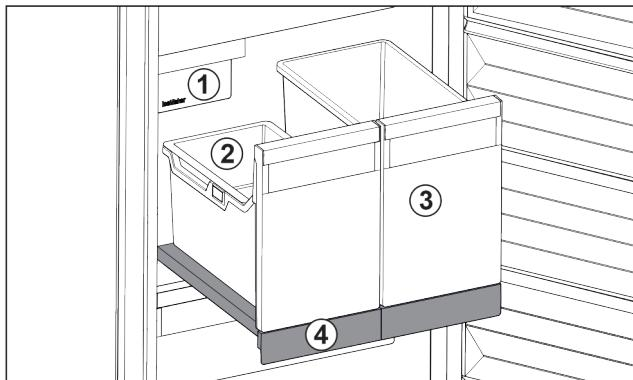

Fig. 137 Auszugsbord mit IceTower
- (1) IceMaker
- (2) Eihängeschale für Eiswürfel
- (3) Behälter für z. B. Pizza, alkoholische Getränke
- (4) Auszugsbord
Auf dem Auszugsbord sind zwei hohe Behälter (IceTower). Im Behälter Fig. 137 (2) werden Eiswürfel aus dem IceMaker gesammelt und gelagert. Behälter Fig. 137 (3) eignet sich für die Lagerung von hohen Lebensmitteln wie Pizzen oder alkoholischen Getränken.